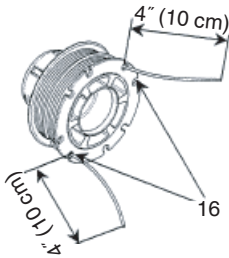

Fig. 23
(4) Pulse cada línea en los orificios del tope (16), dejando los extremos sueltos aprox. 4" (10 cm) de largo. (Fig. 23)